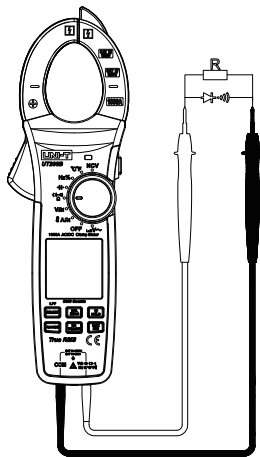

图9
**7. 电阻测量(见图9)**
**8. 导通检测(见图9)**
**9. 二极管测量(见图9)**